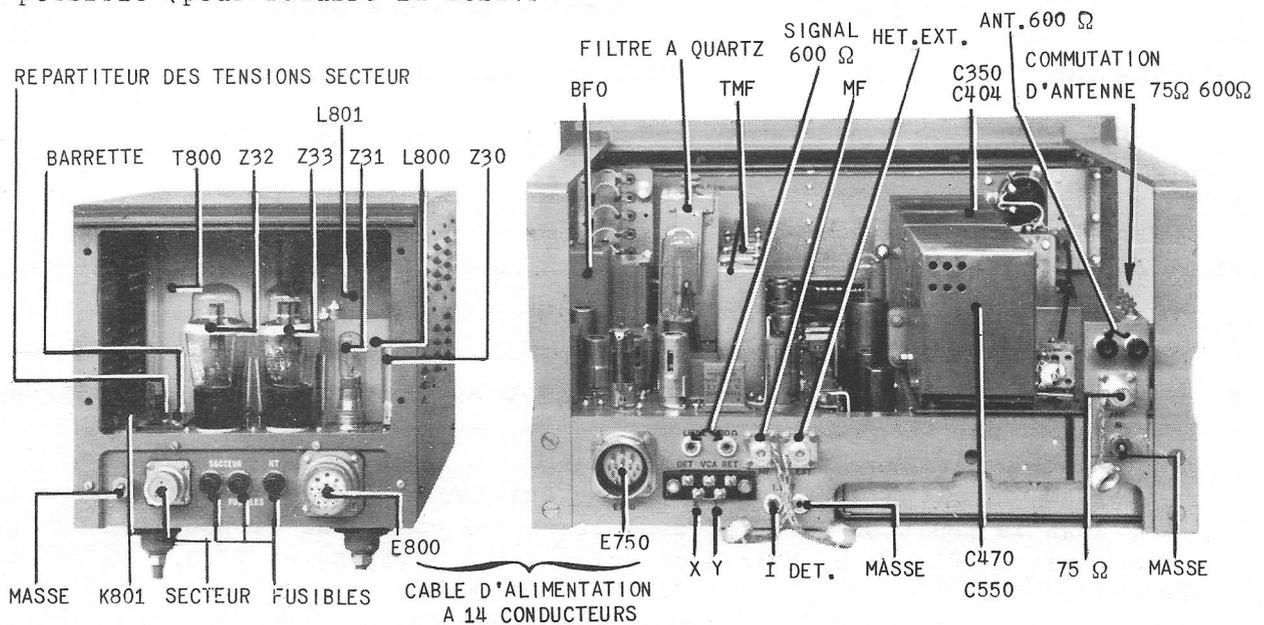

Fig. 5 - VUE ARRIERE DES APPAREILS
Sont branchées sur la face arrière (Fig. 5, partie gauche) :
2. **Prise de masse** : par la borne masse (Fig. 5) : utiliser une bande de cuivre rouge courte et large.
3. **Sortie ligne** : (puissance normale) : sur 2 fiches de 4 mm par fil blindé avec gaine à la masse (signal 600  $\Omega$ , Fig. 5).
5. **Sortie "courant détecté"** par 2 fiches de 4 mm (E.752) : voir Fig. 5, - Rep. "I détect." et "masse".
5 bornes sur barrette (Fig. 5)  $\left\{ \begin{array}{l} \text{détection (DET)} \\ \text{R. A. S. (VCA)} \\ \text{Retard (RET)} \\ \text{X et Y (à court-circuiter en montage simple)} \end{array} \right.$
2. Pour pilotage par hétérodyne extérieure : une fiche coaxiale UG 21 B/U (HET. EXT. Fig. 5).
3. Pour télégraphie manipulée par déplacement de fréquence : 1 prise FI (re-pérée MF) (Fig. 5) 100 kc/s, fiche coaxiale UG 21 B/U.
##### 1.1.2. Face arrière (Voir Figure 5)
###### *Répartiteur des tensions (Voir Figure 5)*
**2 Adaptations du préchauffage au réseau utilisé (Voir Figure 5)**